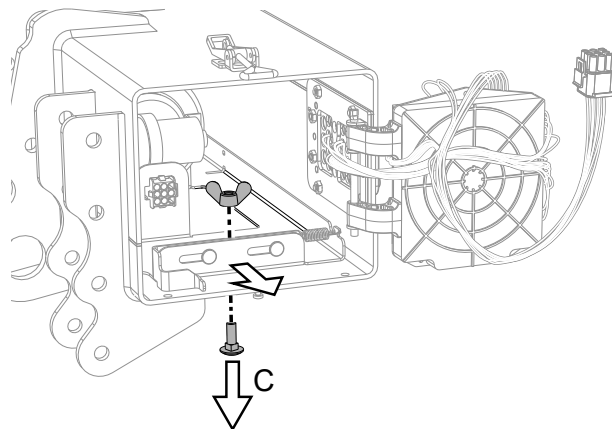
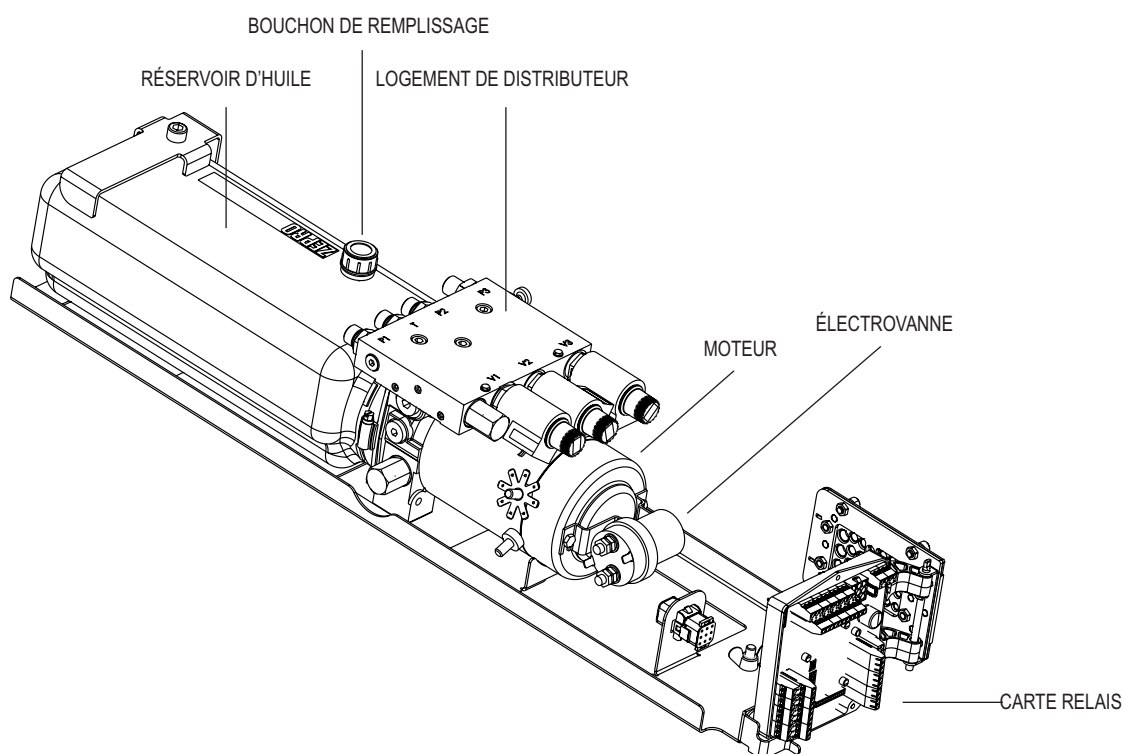

Figure 20. Dégagement du groupe hydraulique
Figure 22. Groupe hydraulique et carte relais
4. Dégager le groupe hydraulique en dévissant l'écrou à oreilles et la vis (C), voir Figure 20 puis tirer le groupe hydraulique jusqu'à ce que le bouchon de remplissage soit accessible, voir Figure 22.